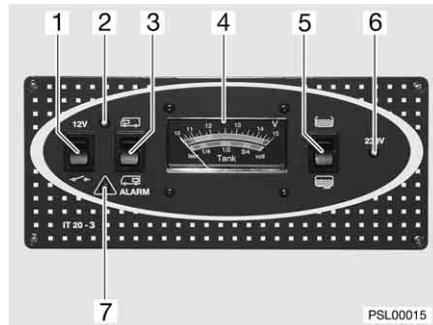

Fig. 31 Pannello di controllo
- Premere l'interruttore a bilico (Fig. 31,3) in alto : viene indicata la tensione della batteria di avviamento.
- Premere l'interruttore a bilico (Fig. 31,3) in basso : viene indicata la tensione della batteria dell'abitacolo.
Per l'indicatore volt/serbatoio (Fig. 31,4) leggere la scala superiore. L'indicatore si illumina automaticamente appena viene premuto un interruttore.
- Premere l'interruttore a bilico (Fig. 31,5) in alto : viene indicato il livello del serbatoio dell'acqua.
- Premere l'interruttore a bilico (Fig. 31,5) in basso : viene indicato il livello del serbatoio delle acque grigie.
Per l'indicatore volt/serbatoio (Fig. 31,4) leggere la scala inferiore. L'indicatore si illumina automaticamente appena viene premuto un interruttore.
La spia rossa di ALARM (Fig. 31,7) inizia a lampeggiare non appena la tensione della batteria dell'abitacolo scende al di sotto di 11 V (misurazione durante il normale esercizio) con conseguente rischio che la batteria si scarichi troppo.
L'interruttore principale a 12 V (Fig. 31,1) inserisce o interrompe l'alimentazione a 12 V dell'abitacolo.
- Premere in alto l'interruttore a bilico (Fig. 31,1) "12 V": l'alimentazione a 12 V dell'abitacolo è inserita. La luce spia (Fig. 31,2) diventa verde.
- Premere l'interruttore a bilico (Fig. 31,1) in basso : l'alimentazione a 12 V dell'abitacolo è disinserita. La luce spia (Fig. 31,2) si spegne.
La luce spia a 12 V (Fig. 31,2) si accende non appena l'interruttore principale a 12 V (Fig. 31,1) viene inserito.
La luce spia a 230 V (Fig. 31,6) si accende in giallo quando all'ingresso della centralina elettrica è presente una tensione di rete.
La centralina elettrica funziona solo in collegamento con il pannello di controllo (Fig. 31).
- Se necessario, inserire brevemente l'alimentazione a 12 V mediante l'interruttore principale a 12 V (Fig. 31,1). Ciò è possibile solamente se la tensione della batteria è maggiore di 11,0 V. Se la tensione è minore di tale valore, l'alimentazione a 12 V può essere riaccesa solamente dopo che la batteria dell'abitacolo è stata ricaricata.